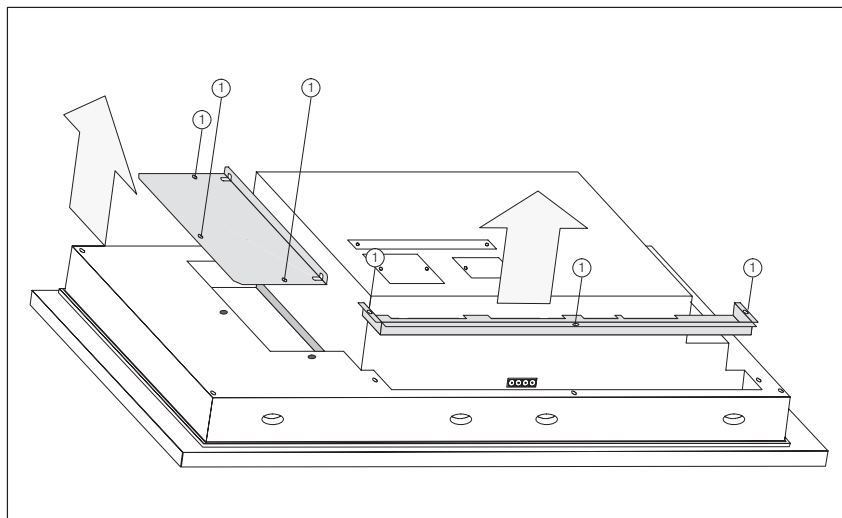

Bild 17-3 Schrauben lösen
2. Lösen Sie die im Bild 17-3 mit ① gekennzeichneten Schrauben.